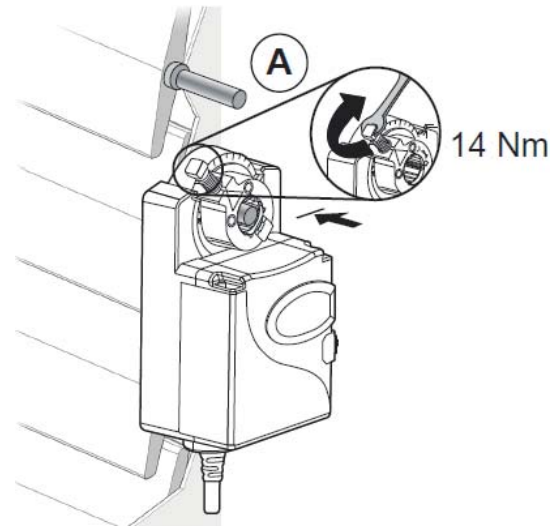

Figure 4 : Fixation de l'étrier
4. Glissez le servomoteur sur l'axe du registre puis serrez la vis de fixation (Figure 4).